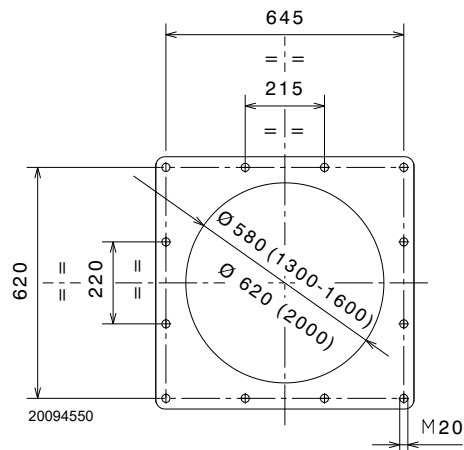

Fig. 13
Forare la piastra di chiusura della camera di combustione come in Fig. 13.
- Infilare tutto il bruciatore sul foro caldaia, precedentemente predisposto, come in Fig. 13, e fissare con le viti date a corredo (coppia di serraggio 250 ÷ 300 Nm).